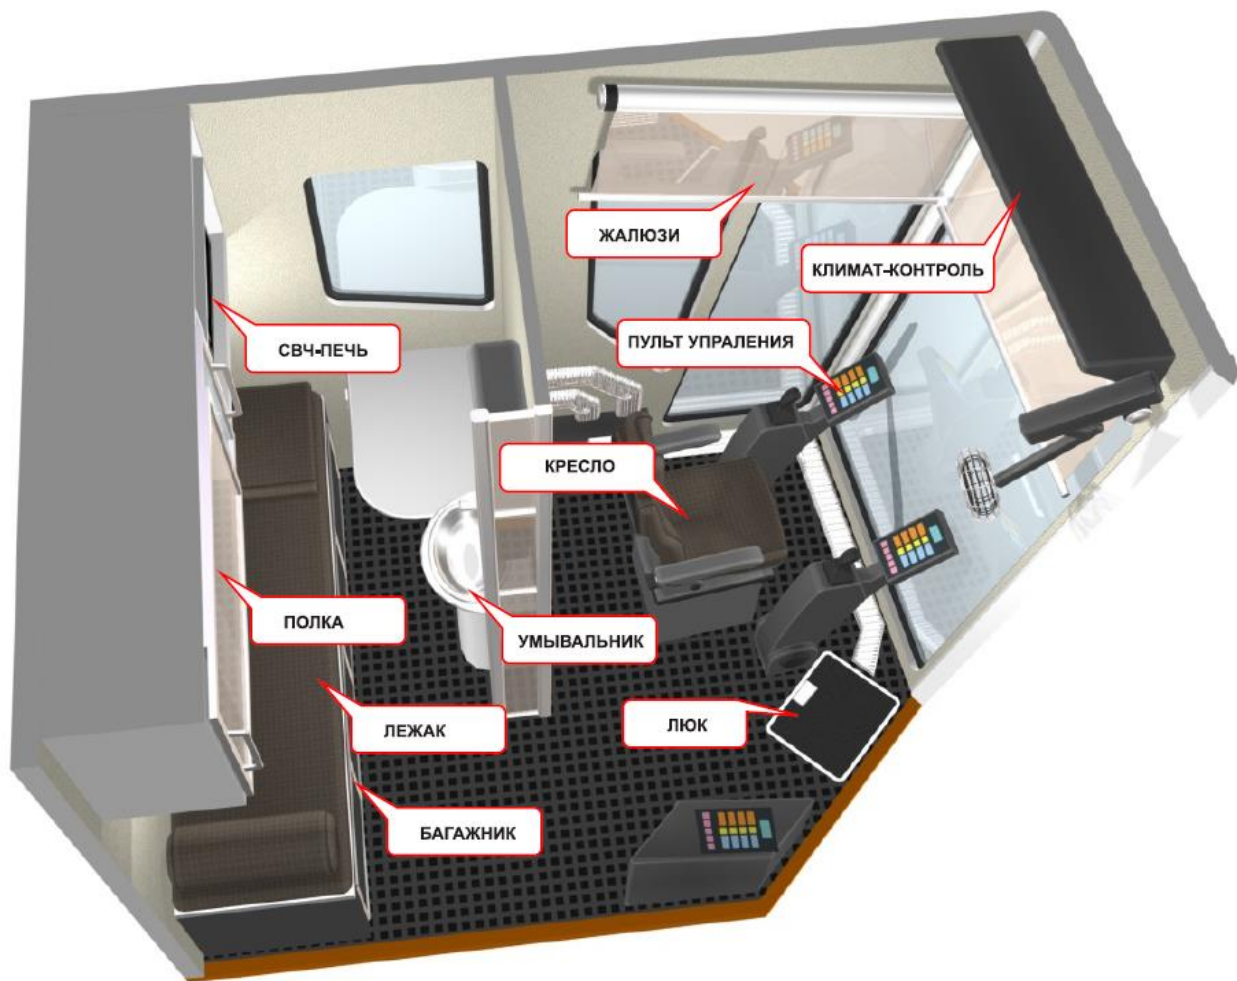

Рис. 49 – Оборудование кабины
Точки смазывания (1) ... (12) - смотрите по таблице "Точки смазывания" на рис. 49